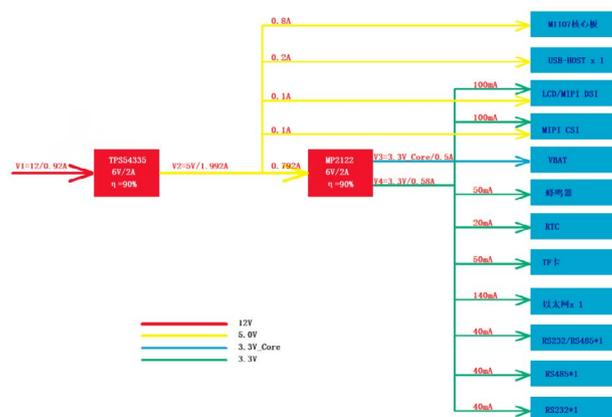

图4 M1107系列评估底板的电源设计
1. 图 2 中一级电源需要将高电压转换到低电压，同时输出电流较大，一般采用 DC-DC 电源，可根据输入电压、输出电压和负载电流选择合适的 DC-DC 电源芯片，设计电源电路。图 4 为 M1107 系列评估底板的电源设计，一级电源采用的是非隔离降压 DC-DC 芯片，该芯片的输入电压范围为 4.5V-28V，输出电流 3A，符合 12V 输入和 5V/2A 输出的要求。